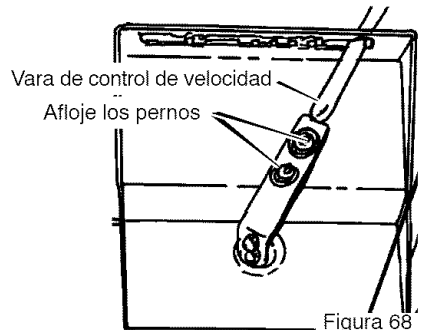

Figura 68
2. Afloje los **pernos** en la **vara de control de velocidad** (Figura 68).
4. Apriete los **pernos** que hay en la **vara de control de velocidad** (Figura 68).